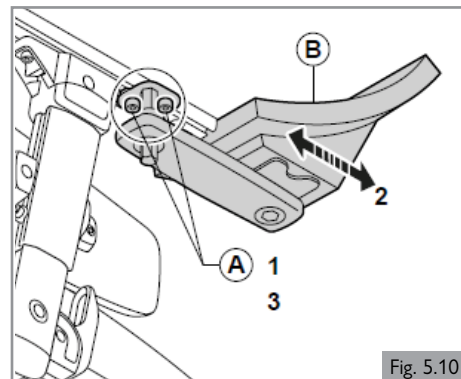

Fig. 5.10
5.7 Système de commande fixe/amovible pré réglé**Profondeur du support du système de commande (Fig. 5.10)**